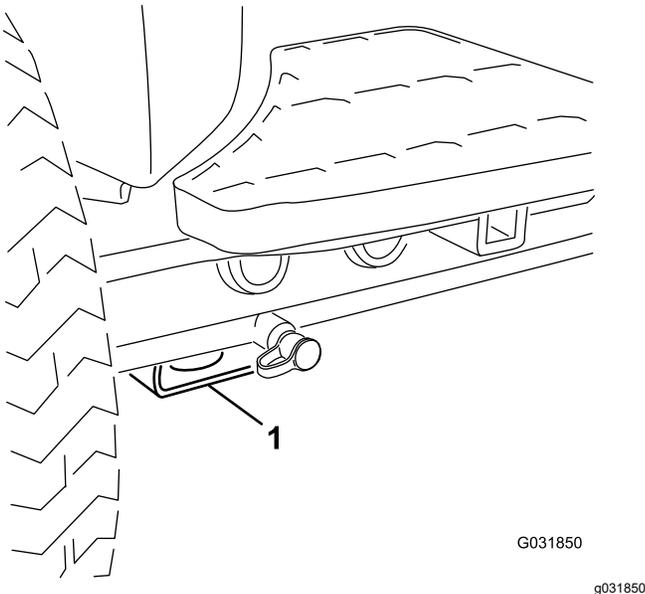

Рисунок 40
- В передней части используйте прямоугольную подкладку под трубой моста внутри каждого переднего колеса (Рисунок 40).